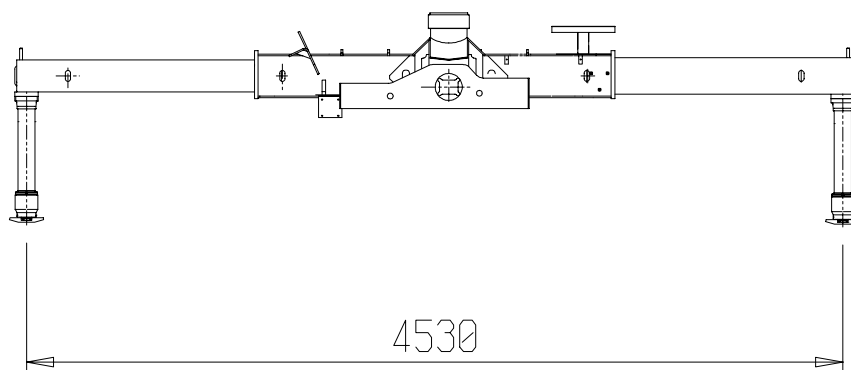

Fig.6-3
6.4 BRACCI STABILIZZATORI EXTRALLARGABILI(Fig. 6.3)
6.4 OUTRIGGERS BOOMS IN EXTRA LARGE VERSION (Fig. 6.3)